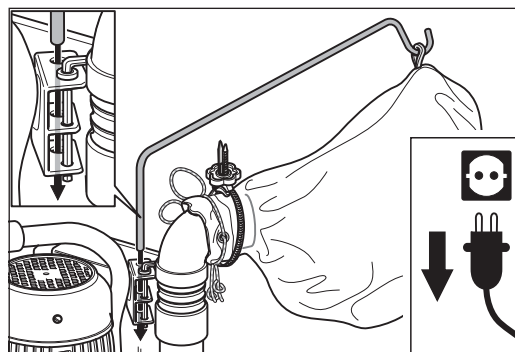

Abb. 8 Die Kabelstütze in die Halterung am Rohrbogen stecken.
- 7 Stecken Sie die Kabelstütze in die Halterung am Rohrbogen (Maschinenrückseite) neben den Innensechskantschlüssel (Abb. 8).